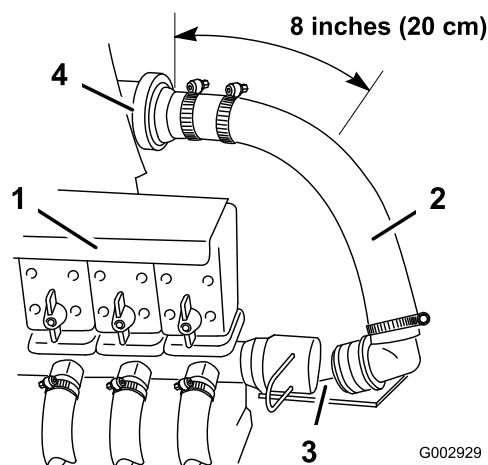

Figura 10
- Desmonte a fixação da extremidade do tubo de alimentação da rampa ligado ao T, situado à direita das válvulas de alimentação da rampa e desligue o tubo (Figura 10).
2. Corte o tubo de alimentação da rampa 20 cm para a direita do fluxímetro (se instalado) ou 114 cm a partir do T de alimentação (situado directamente atrás das válvulas da rampa) recorrendo a uma serra para metal (Figura 10). Desmonte a braçadeira do tubo da extremidade livre e inutilize o tubo e o encaixe.